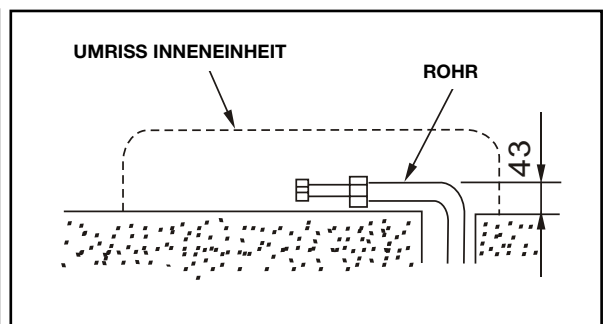

Abb. 5
3. Verlegen Sie die Leitung wie auf der Abbildung gezeigt. Biegen Sie das Verbindungsrohr und vergewissern Sie sich, dass es nicht mehr als 43 mm von der Wand entfernt befindet (Abb. 5).